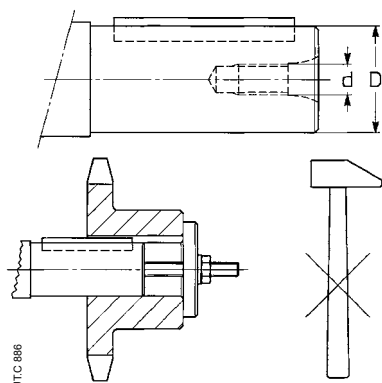

Fig. 2
**Attenzione!** Il montaggio e lo smontaggio devono essere effettuati con l'ausilio di **tiranti** e di **estrattori** servendosi del foro filettato in testa all'estremità d'albero (ved. tabella in fig. 2), avendo cura di evitare urti e colpi che potrebbero **danneggiare irrimediabilmente cuscinetti, anelli elastici** o altre parti, per accoppiamenti H7/m6 e K7/j6 è consigliabile effettuare il montaggio a caldo riscaldando l'organo da calettare fino a  $80 \div 100$  °C.